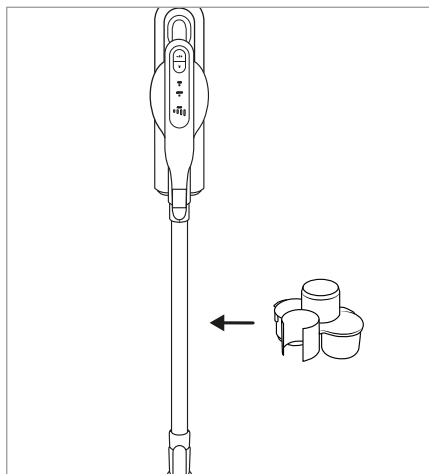

Bild 16
- ◆ Sätt hållaren för tillbehör **17** på dammsugarröret **23** (se bild 16).